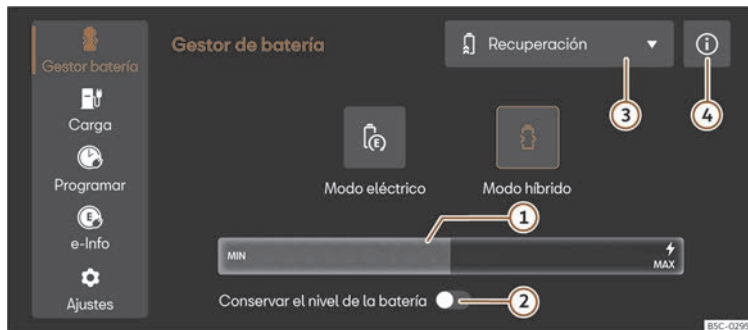

Fig. 122 En el sistema de infotainment: menú Gestor de batería
- Seleccione **Modo eléctrico** o **Modo híbrido** en el sistema de infotainment. Encontrará más información sobre el modo de funcionamiento en ① >>> **fig. 122** ④.
Leyenda de la >>> **fig. 122:**